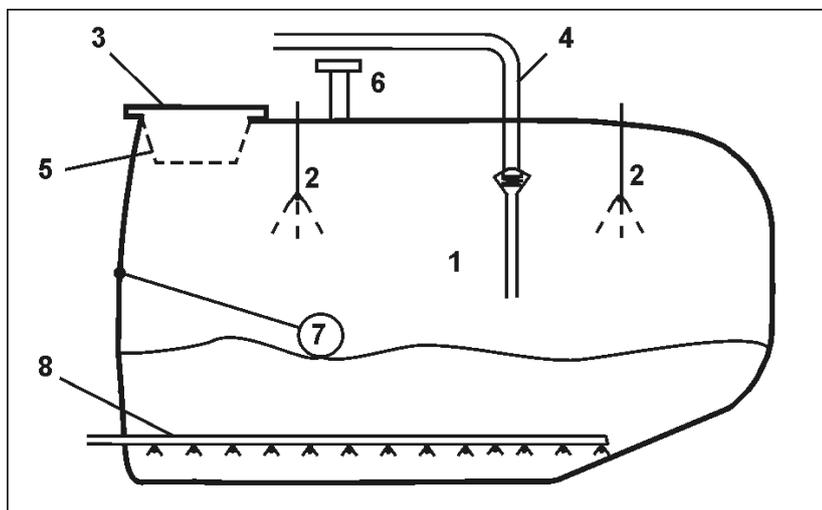

Рис. 52
- Во время транспортировки или эксплуатации опора поднята (Рис. 52).
1. Ослабьте пружинный фиксатор (Рис. 52/2).
2. Вытяните палец (Рис. 52/3).
3. Поднимите/опустите опору за ручку (Рис. 52/4).
5. Поднимите/опустите опору в соответствии с необходимостью с помощью рукоятки (Рис. 52/5).